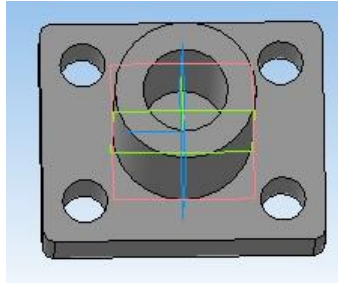

Рис. 7. Массив по сетке
19. Повторно используя операцию **Массив по сетке** , сделайте оставшиеся отверстия (изменяя параметры наклона и расстояния). Сравните работу с образцом (рис. 7).